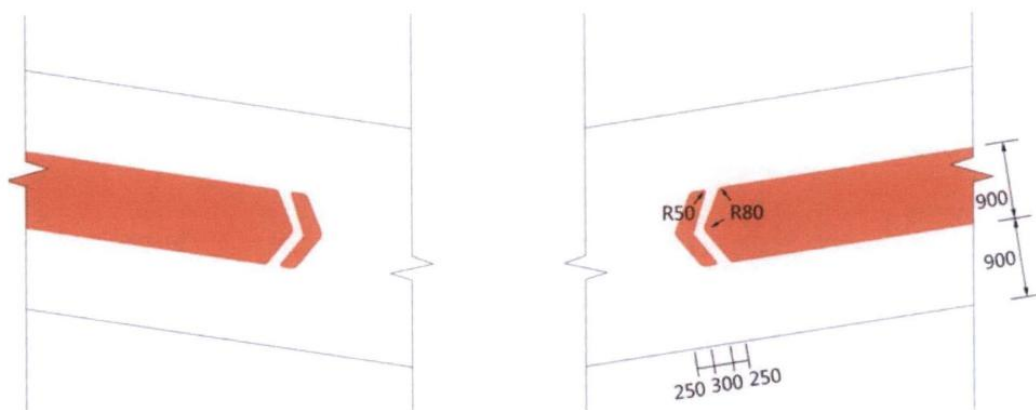
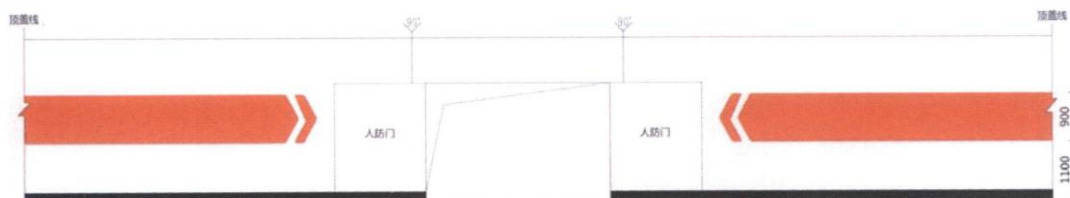

图 12 机动车坡道出入口墙体标识样式及尺寸示例
图 13 临空墙机动车出入口墙体标识示例
3.10 机动车坡道出入口墙体应统一涂刷墙体标识，从坡道顶盖线开始到坡道墙体结束，标识样式及尺寸示例见图 12。涂刷材料应为防霉涂料。当人防工程位于地下负一层以下时，坡道墙体标识同样适用。如人防工程在地下负二层，从地下负一层到地下负二层的坡道两侧墙体应涂刷墙体标识。人防工程临空墙机动车出入口应在临空墙外侧涂刷墙体标识，标识样式及尺寸示例见图 13。